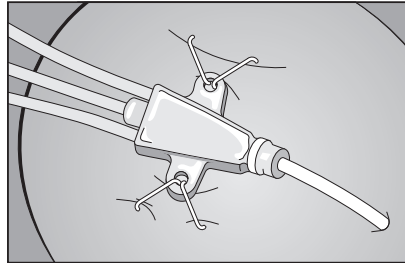

Abbildung 2
4. Das Klammergerät fest zusammendrücken, um die Klammer zu schließen und den Katheter an der Haut zu befestigen (siehe Abbildung 2).